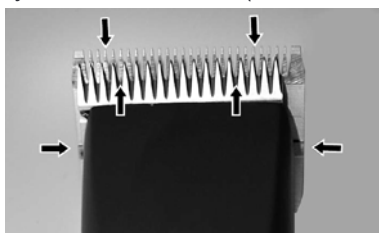

Fig. 22
Une fine couche d'huile sur le peigne supérieur et inférieur est indispensable pour obtenir un bon résultat de tonte et afin d'augmenter la longévité de la tondeuse (Fig. 22).
- ▶ Lubrifiez les peignes suffisamment durant la tonte (au moins toutes 15 minutes), de manière à ce qu'ils ne passent pas à sec (Fig. 22).
Il faut huiler les peignes avant, durant et après chaque usage. Si les peignes laissent des rayures ou se ralentissent, c'est un signe sûr que vous avez besoin de l'huile. Appliquez quelques gouttes de l'huile de l'avant et latéralement des peignes (flèches Fig. 22). Enlevez de l'huile excédentaire avec un chiffon doux et sec. Des aérosols lubrifiants ne contiennent pas assez d'huile pour une bonne lubrification, mais sont appropriés pour la réfrigération des peignes. Changez immédiatement des peignes endommagés ou crénelés afin d'éviter des blessures.